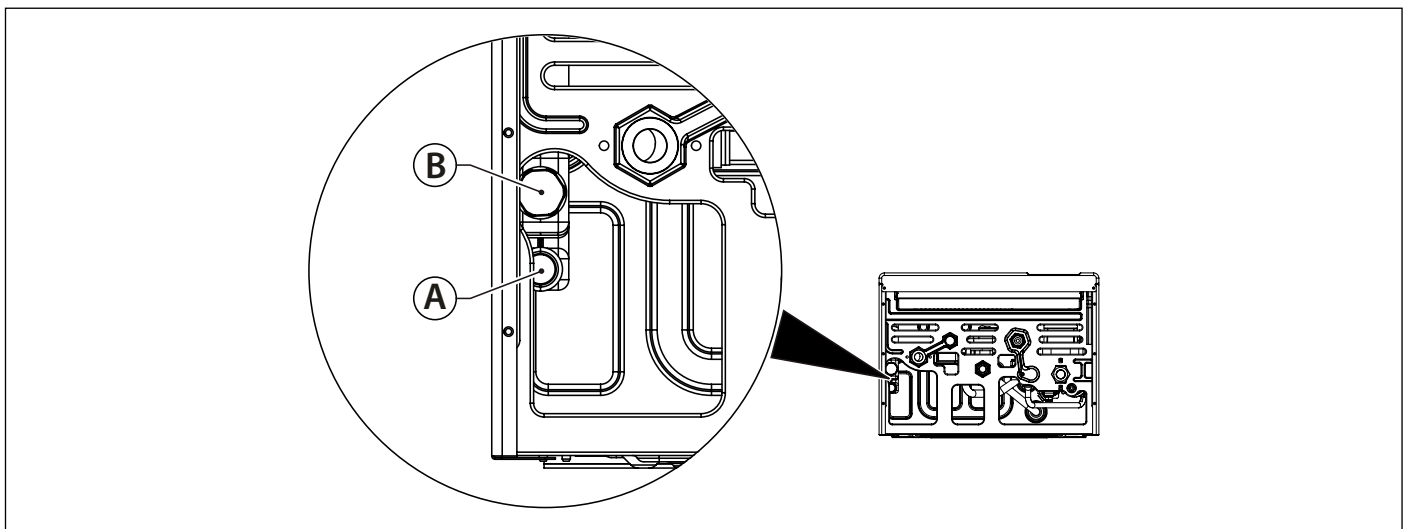

Fig. 23 Scarico condensa
Il sistema di scarico della condensa deve essere collegato all'apposito collegamento (A) predisposto in caldaia (vedi Fig. 23 Scarico condensa).